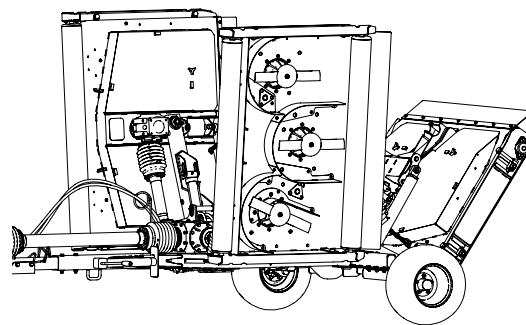

Рисунок 69
2. Поднимите и зафиксируйте деки газонокосилки; выключите двигатель и извлеките ключ (Рисунок 69).